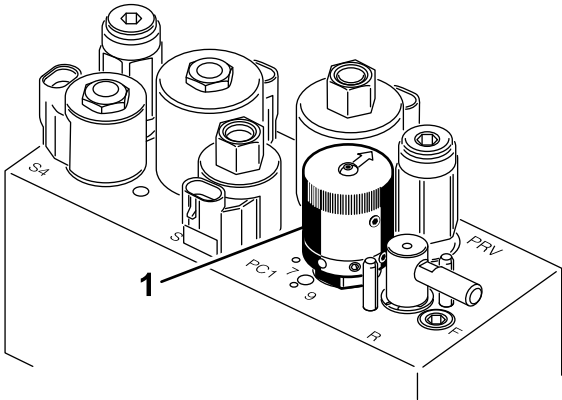

Figura 30
- Per impostare la velocità dei cilindri girate la manopola (Figura 30) fino a portare le frecce in linea con il numero corrispondente all’impostazione desiderata.